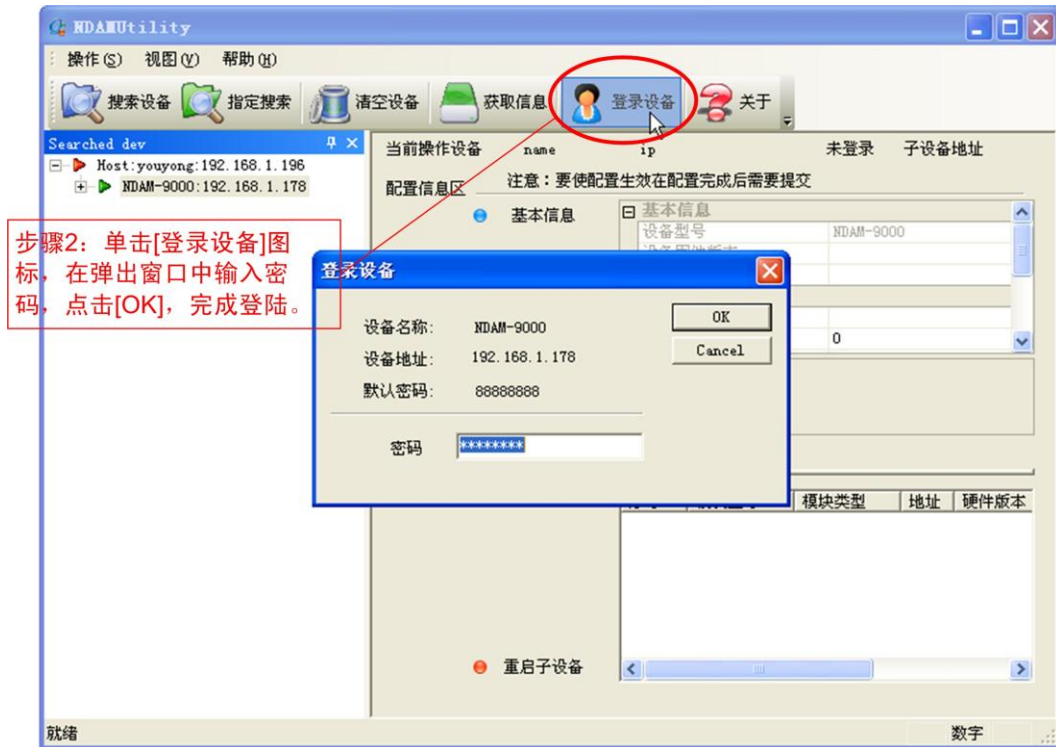

图 3.4 登录设备
- 2) 配置工具软件设有操作密码，请按图 3.4 中所示，输入密码，登录设备。